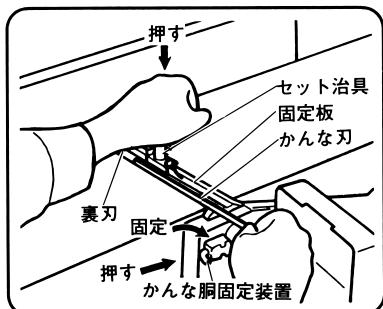

図 48
(2) かんな槽固定装置のレバーを指先で押し右（図中固定側）にまわしてかんな槽を固定します。（図48）
(3) 付属のセット治具を固定板に4～5回転ねじ込み、セット治具を手で押し、固定板を押し下げます。
(4) かんな刃の一方を持って裏刃とかんな槽の